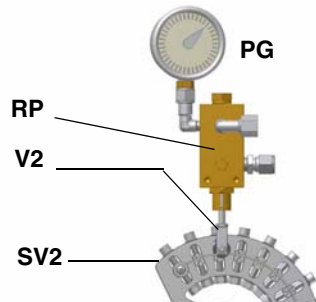

Рис. 25
- 10 для получения максимального расхода жидкого топлива регулировать давление (считывая значения на манометре PG), не изменяя при этом, уже отрегулированный, во время настройки работы на газе, расход воздуха (см. предыдущий параграф): все время проверяя параметры продуктов сгорания, воздействовать на винт варьируемого сектора, соответствующий жидкому топливу **SV2** (см. Рис. 25), но по достижении положения большого пламени.